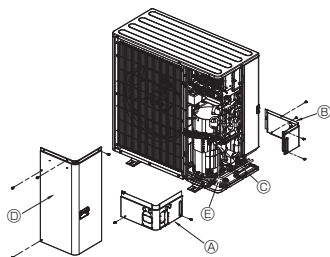

Fig. 4-3
4.3. Тръби за хладилен агент (Fig. 4-3)